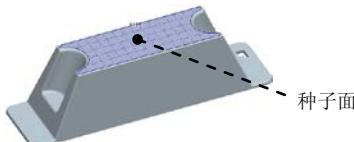

图 12.7 定义种子面
- (1) 采用“种子面与边界面”的方法选取所需要的曲面。
- (2) 下面先选取“种子面”，操作方法如下：将模型调整到合适方位，选取图 12.7 所示的上表面，该表面就是所要选择的“种子面”。